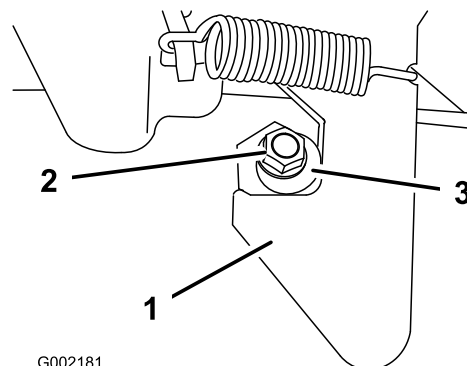

Bild 21
2. Senken Sie die Vorderseite der Staubox vorsichtig ab, bis der Riegel die Riegelstreben berührt (Bild 21).
4. Lösen Sie die Sicherungsmutter am Ende der Riegelstrebe (Bild 21).
5. Drehen Sie die Riegelstrebe nach rechts, bis sie bündig mit dem Hakenteil des Riegels ist (Bild 21).